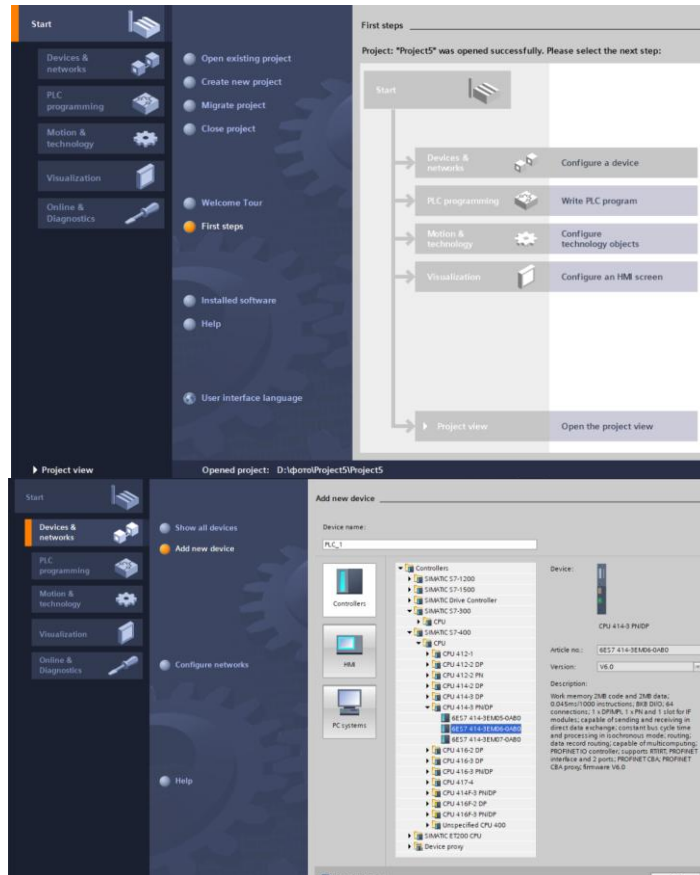

Рисунок 1.1 – Початок проєктування у порталному вікні
- якщо проектування починається у порталі у вікні обертається портал "Devices & Networks [Пристрої та мережі]" і клацніть на "Add device [Додати пристрій]". (див. рис.1.1);